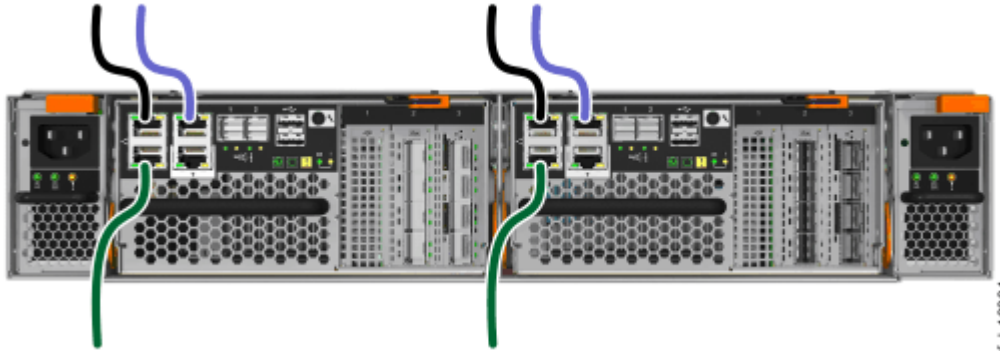

Figure 6. Connexion des câbles Ethernet
1. Connectez le port Ethernet 1 de chaque cartouche de noeud du système au réseau IP qui assurera la connexion aux interfaces de gestion des systèmes, comme illustré dans la Figure 6, à la page 18.
2. Vous avez la possibilité de connecter le port Ethernet 2 de chaque cartouche de noeud à un second réseau IP qui fournira une connexion redondante aux interfaces de gestion des systèmes, comme illustré par la connexion câblée de couleur plus claire dans la Figure 6, à la page 18.